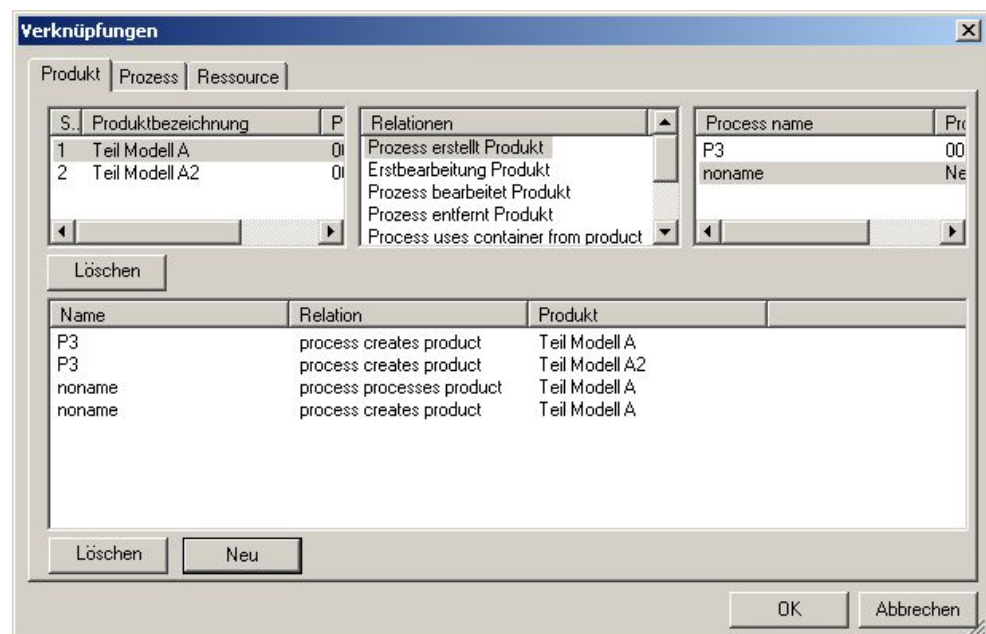

Abbildung 155: Dialog Verknüpfungen - Anzeige Produkt
- Im Dialog Verknüpfungen (siehe auch: Abbildung 155) können für Prozesse, die ausschließlich für diese Ressource (ressourcenabhängige Prozesse) erzeugt wurden, Relationen zwischen verknüpften Produkten und diesen Prozessen erzeugt werden.
- ➔ Klicken Sie danach auf *Verknüpfungen*. Es öffnet sich der Dialog Verknüpfungen. Abbildung 155.
- Um eine Relation zwischen Produkt und einem ressourcenabhängigen Prozess herzustellen, selektieren Sie im oberen Fenster nacheinander das Produkt, die Relation und den Prozess. Siehe auch: Abbildung 155.
- Klicken Sie nach der Selektion auf den Button *Neu*. Im unteren Fenster wird die ausgewählte Relation dargestellt. Im Bild wurden dem Prozess *noname* zwei Relationen zugewiesen: Eingangsprozess und Ausgangsprozess Siehe auch: Abbildung 155.